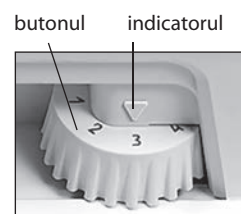

Figura 3 — Reglarea temperaturii
1.4 Funcția de reglare a temperaturii în frigider, în conformitate cu Figura 3 este controlată cu ajutorul butonului de reglare a temperaturii (în continuare - buton), care se află sub masca frigiderului. Butonul se rotește în sensul acelor de ceasornic sau în sensul contrar al acestora și are diviziuni numerice. Diviziunea "1" corespunde celei mai joase setări de temperatură (răcire minimă) în camera frigorifică, diviziunea "7" – celei mai înalte setări de temperatură (răcire maximă). Pentru a regula temperatura, setați diviziunea butonului sub indicator.
Deschideți ușa CF. La prima conectare este recomandat să instalați sub indicator diviziunea „3” sau „4” a butonului în conformitate cu Figura 3. Închideți ușa CF.